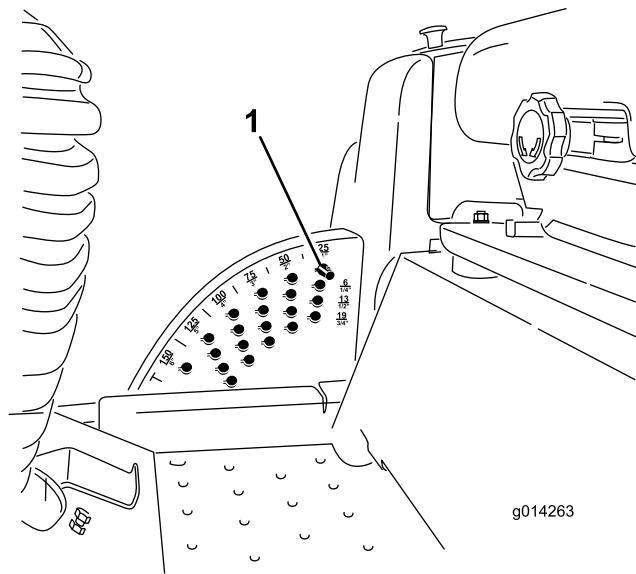

Figura 16
Nota: Para bloquear a plataforma do cortador/acessório numa posição elevada, levante a plataforma passando a posição de 15 cm, retire o pino de bloqueio da altura de corte (consulte Ajustar a Altura de Corte), e coloque o pino na posição da altura de corte de 15 cm (Figura 16).
1. Com o motor a trabalhar empurre para trás o interruptor de elevação da plataforma até que a plataforma de corte esteja completamente levantada e solte imediatamente o interruptor (Figura 16).
2. Para ajustar, rode o pino de bloqueio até que o pino do mesmo fique alinhado com as ranhuras nos orifícios no suporte da altura de corte e remova-o (Figura 16).
3. Selecione um orifício, no suporte da altura de corte, que corresponda a altura de corte desejada, insira o pino e rode-o para o bloquear no lugar (Figura 16).
Nota: Existem duas filas de posições de orifícios (Figura 16). A fila de cima dá-lhe a altura de corte indicada por cima do pino. A segunda fila dá-lhe a altura de corte indicada mais 6 mm. A terceira fila dá-lhe a altura de corte indicada mais 13 mm. A fila de baixo dá-lhe a altura de corte indicada mais 19 mm. Para a posição de 15,8 cm só existe um orifício, colocado na segunda fila. Isto não acrescenta 6 mm à posição de 15,8 cm.